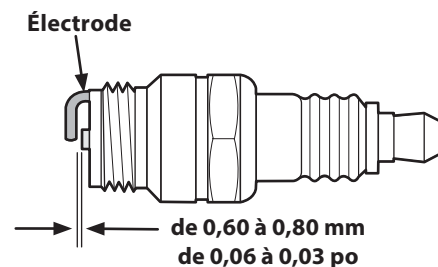

Figure 6-4
6. Mesurez l'écartement avec une jauge d'épaisseur. Pliez un peu le côté de l'électrode pour ajuster l'écartement. Voir Figure 6-4. L'écartement doit être de 0,76 mm (0,030 po).